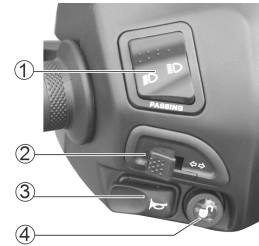

Fig7
Interrupteur phare avant ① (Fig7)
Interrupteur clignotant ② (Fig7)
Interrupteur klaxon ③ (Fig7)